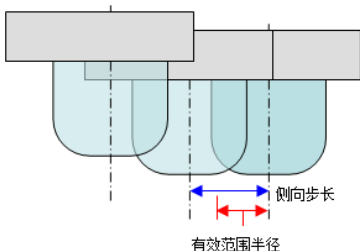

图 2-67 有效范围半径
- **【有效范围半径】**: 针对侦测侧行间残料的大小区域, 该值设置得越小, 侦测侧刀的未加工区域就越大, 如图 2-67 所示。